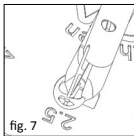
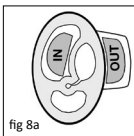

fig. 7
fig. 8a
■ **fig. 7/8** For å lukke dekkplaten må man bruke lukketangen av titan (REF 8000137)! Med den lille lukketangen (REF 8000 137) bøyes bøylen innenfor protesens hodeplate rett, og dermed fikseres hodeplaten på protesens skaft (fig. 7). I denne forbindelse må man passe på at den korrekte bensen av den lille lukketangen ligger inntil i korrekt posisjon på protesens hodeplate. „INSIDE“ for den innvendige siden av hodeplaten, og „OUTSIDE“ for den utvendige siden av hodeplaten (fig. 8a, 8b).